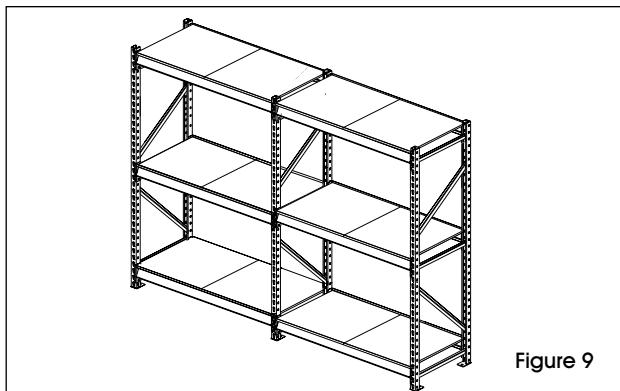

Figure 8
10. Installez les supports de tablette sur les traverses de soutien en insérant les brides dans les fentes des traverses. (Voir Figure 8)